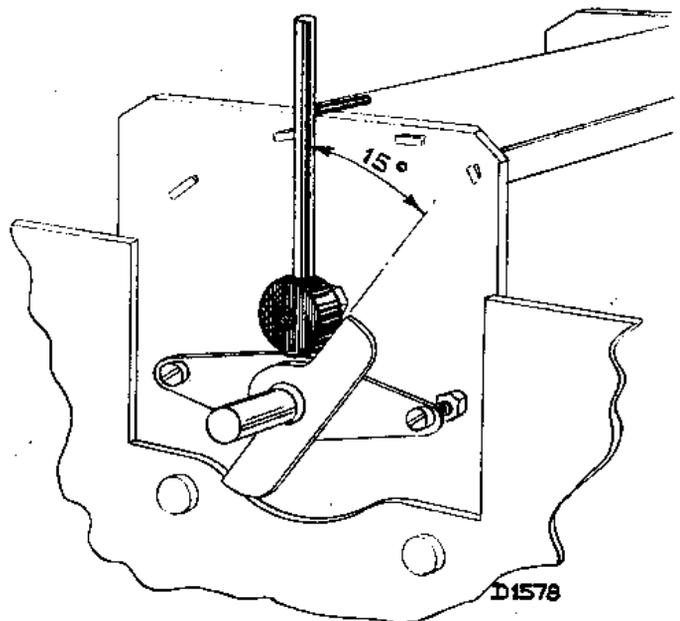

Fig. 6
- Placer un calibre de 15° (fig. 6).